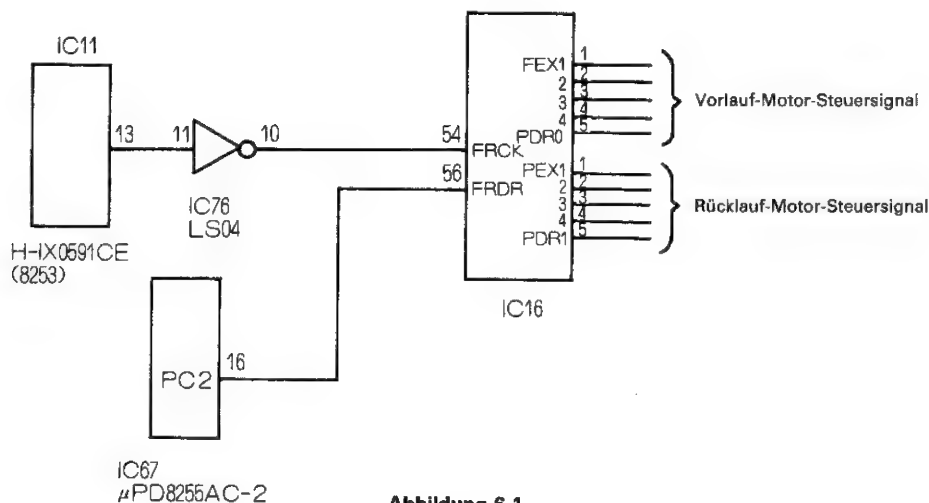

Abbildung 6-1
Die Schrittmotoren werden durch die Signalflüsse gesteuert, wie aus Abbildung 6-1 ersichtlich ist.
Das Taktsignal wird demäß Abbildung 6-1 dem Stift ⑤ von IC16 zugeleitet, und die zentrale Steuereinheit regelt das Impulsintervall für FEX1 bis FEX4 und REX1 bis REX4 und bestimmt, welcher Impuls abgegeben wird. Gleichzeitig wird der Ausgangspegel des Stiftes ⑥ (FRDR) für jede Betriebsart (Vorlauf, Rücklauf, Direktseitenwahl, Kopieren) eingestellt.